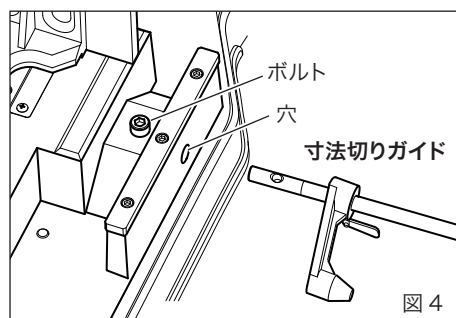

図 4
寸法切りガイド(図4)を装着することで切断長さを一定にすることができます。切断できる長さは55~300mmです。
- ①ベースに取り付けられているボルトを付属の六角棒スパナ8mmで外してください。(図4、5)
- ②寸法切りガイドの軸をベースの穴に挿入してください。
- ③軸の穴に入るようにボルトをねじ込んでください。